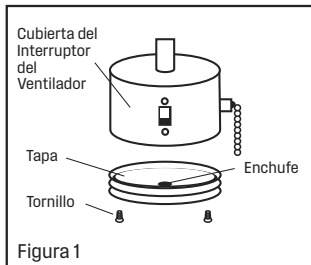
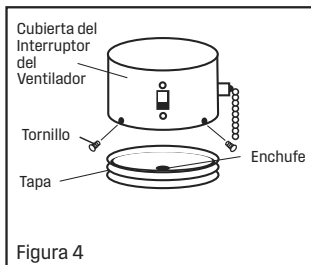

Figura 1
Figura 4
- Quite la tapa del alojamiento del interruptor del ventilador aflojando los tornillos (Vea la figura 1). Puede guardar esta tapa para usarla en el futuro.
- Quite del ventilador la tapa del alojamiento del interruptor destornillando los tornillos de montaje inferiores (figura 1) o los tornillos de montaje laterales (figura 4).
- Destornillando o empujándolo hacia afuera, saque el enchufe (figura 4) del centro de esta cubierta. Puede descartar el enchufe.